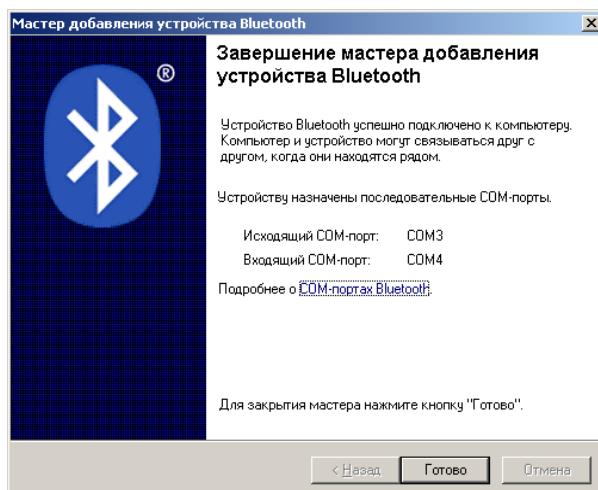

Рисунок 3.6 – «Установка соединения Bluetooth».
- по завершении работы мастера появится сообщение об успешном подключении устройства и ПК (рисунок 3.6), а также о назначении последовательных портов;